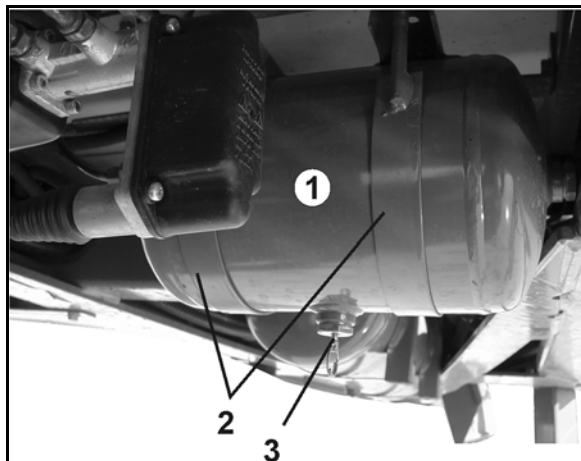

Fig. 158
1. Undersøg støvmanchetter eller foldebælge (Fig. 158/5) for skader.